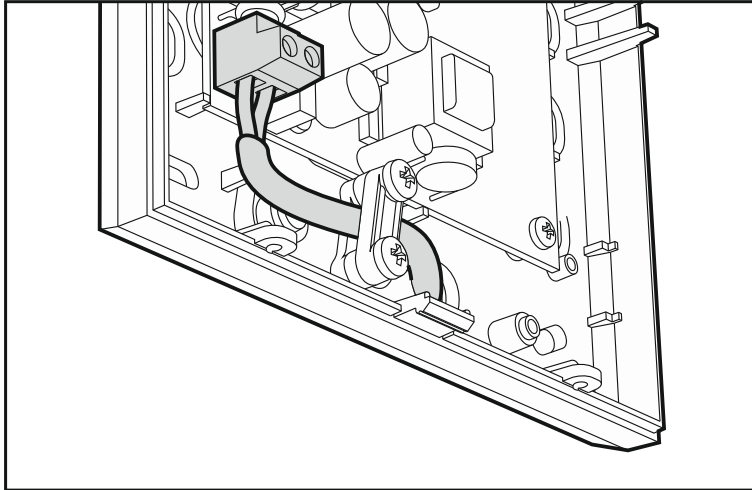

Рис. 2. Подключение кабеля питания.
14. К соответствующим клеммам подключите провода питания: фазный провод подключите к клемме L, нулевой рабочий проводник – к клемме N (кабель следует зафиксировать с помощью предназначенного для этого элемента – см.: рис. 2).